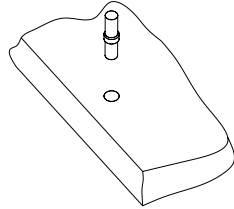

Рис.5
5. Установить полкодержатели в соответствующие плоскостные отверстия деталей 1, 2 (Рис.5).